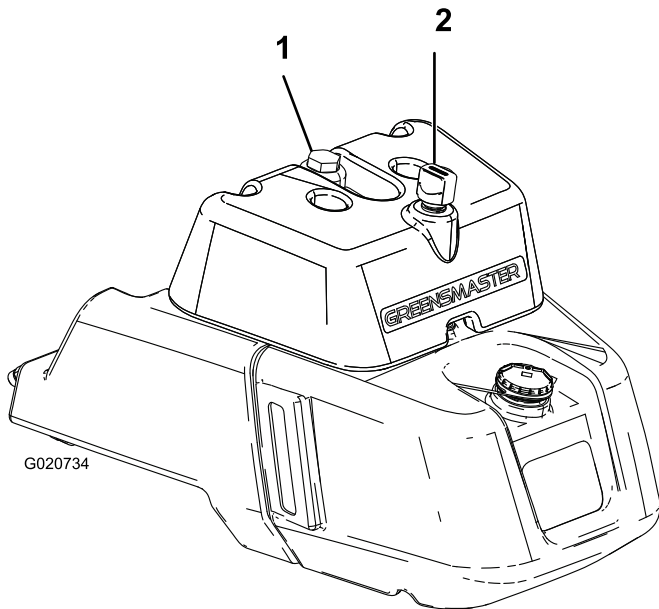

Figure 27
2. Retirez le bouchon du réservoir (Figure 27).